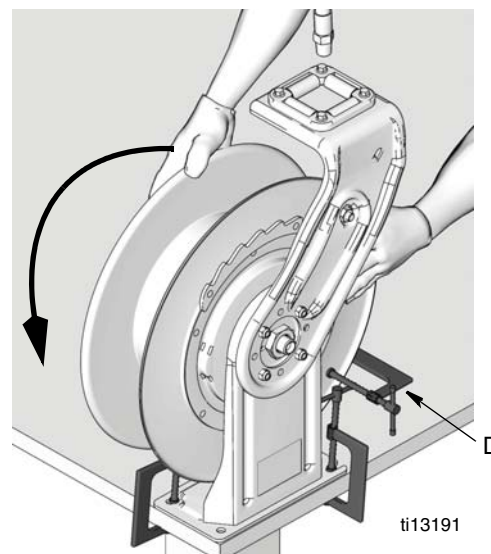

FIG. 11
2. Prima di collegare il flessibile, posizionare un morsetto a C (D, FIG. 11) sulla flangia della bobina per evitare che la bobina si scolleghi accidentalmente e giri liberamente.
4. Indossando guanti pesanti, afferrare saldamente il bordo esterno della bobina con entrambe le mani. Far compiere alla bobina il numero giusto di giri (vedere la tabella di riferimento, dopo il passo 1), nella direzione mostrata in FIG. 11.
8. Collegare l'estremità del flessibile (B) al raccordo girevole (A). Quindi togliere il morsetto a C (D) con attenzione (FIG. 11).